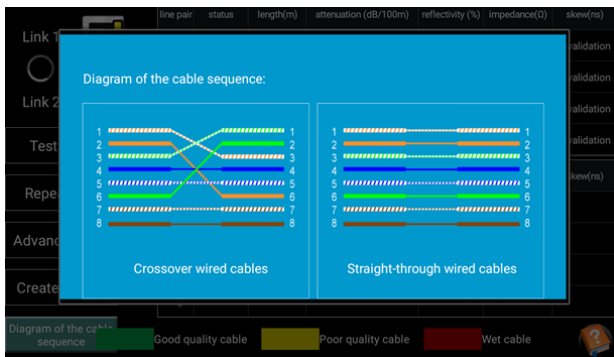

Рис. 119 Типы обжимки кабеля «витой пары»
- 2) «Типы обжимки кабеля» (Diagram of the cable sequence) показывает два варианта обжимки кабеля «прямой» и «кресовый» в виде схемы последовательности жил в кабеле, рис. 119